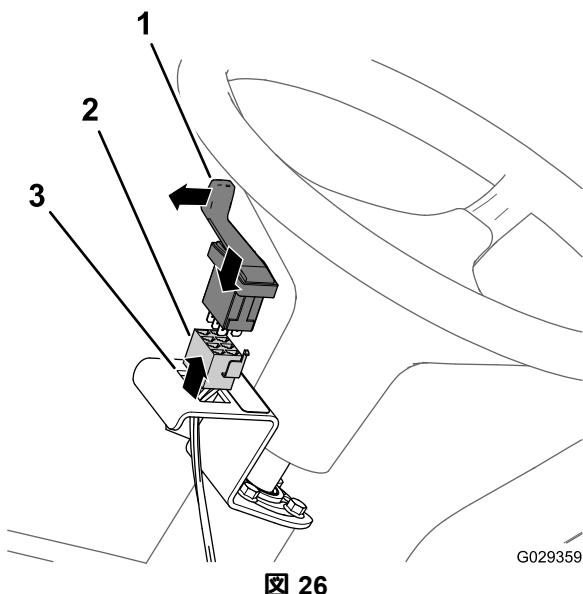

図 26
4. ブラケットにスイッチを組み込む。ブラケットの開口部にスイッチがパチンとはまるまで完全に押し込むこと 図 26。